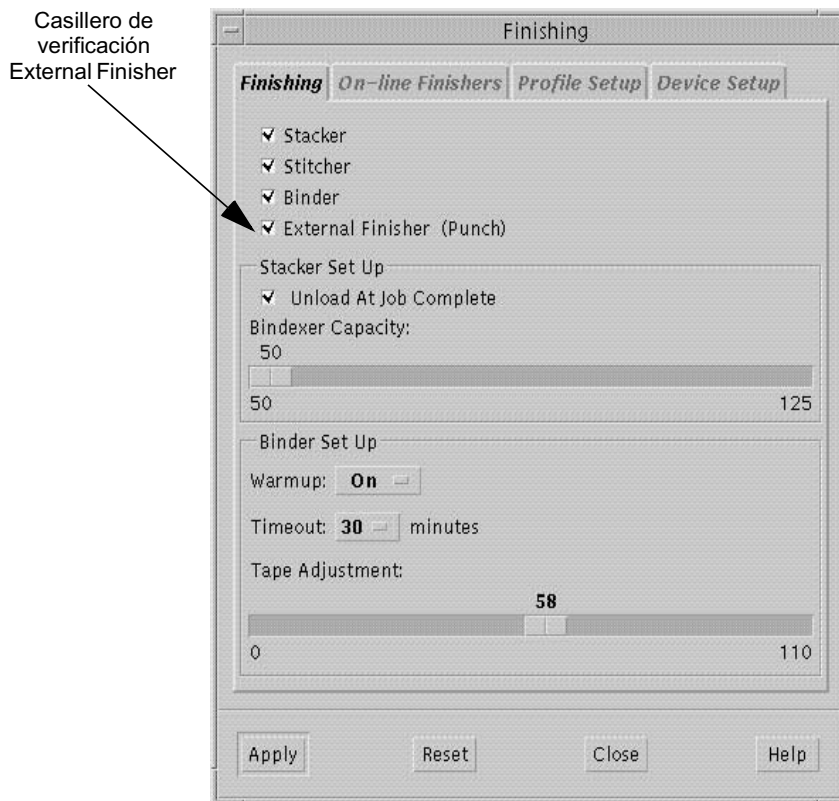

Figura 1-14: Pantalla Finishing en la ventana Finishing
Aparece la pantalla **Finishing** tal como se muestra en la figura 1-14.
- 14** Asegúrese de que el casillero de verificación External Finisher (Dispositivo de acabado externo) esté marcado y que el nombre del dispositivo correcto aparezca en paréntesis a la derecha de External Finisher, tal como aparece en la figura 1-14.